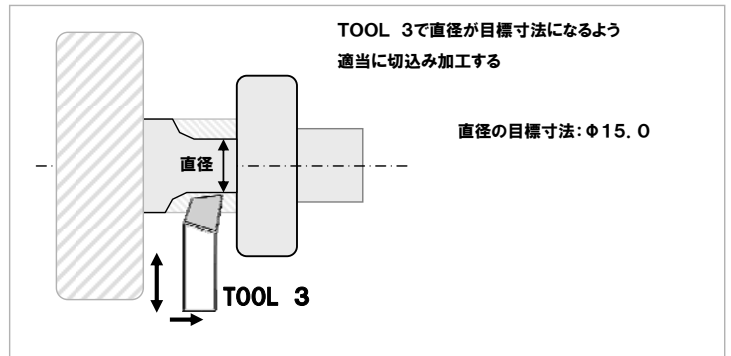

図7
- ⑩ TOOL 3の刃物で、適当に切り込み加工します。(図7)